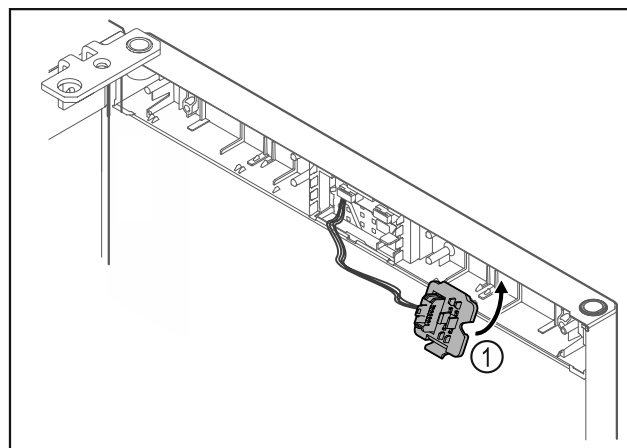

Fig. 19
- Установите и зафиксируйте держатель штекера Fig. 19 (1) на противоположной стороне